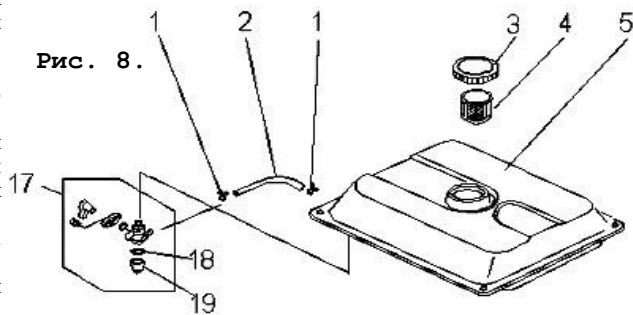

Рис. 8.
(рис. 8) и колпачок крана подачи бензина поз. 19 (рис. 8), стараясь не повредить уплотнения. Слить остатки топлива во вспомогательную емкость.
9.5.3. Удалить загрязнения с фильтров поз. 18 и поз. 4 (рис. 8) промыванием в легком растворителе (типа №646) и продувкой. Высушить фильтры и установить их на место.
9.5.5. **Внимание!** После заправки убедиться в отсутствии утечек топлива из системы питания. Не запускать двигатель с демонтированными топливными фильтрами. Особое внимание обратить на топливный шланг поз. 2 (рис. 8). При обнаружении запаха газа при активации газовой системы питания немедленно прекратить эксплуатацию генератора с применением этой системы, закрыть вентиль газового баллона и обратиться в сервисный центр, эксплуатируя генератор на бензине до устранения причин утечки газа.
9.7.2. Удалить или полностью выработать имеющуюся в баке топливную смесь. Слив производить, сняв колпачок поз. 19 (рис. 8) крана подачи топлива.